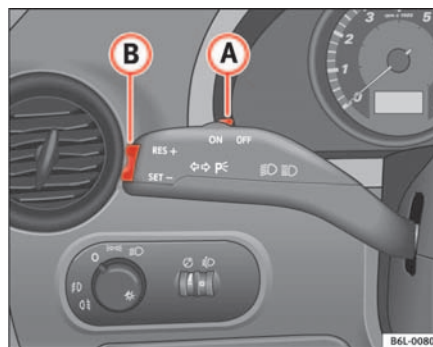

Abb. 102 Blinker- und Fernlichthebel: Schalter und Wippe für GRA
- Drücken Sie den oberen Teil der Wippe **RES** ⇒ Abb. 102 **A**, um die Geschwindigkeit zu erhöhen. Solange Sie die Wippe gedrückt halten, beschleunigt das Fahrzeug. Sobald Sie die Wippe loslassen, wird die neue Geschwindigkeit gespeichert.
Wenn Sie die gespeicherte Geschwindigkeit durch Treten des Bremspedal verringern, ist die Regelung der gespeicherten Geschwindigkeit ausgeschaltet. Sie können durch einmaliges Drücken des oberen Teils der Wippe **RES+** ⇒ Seite 147, Abb. 102 **(A)** die Regelung wieder aufnehmen.